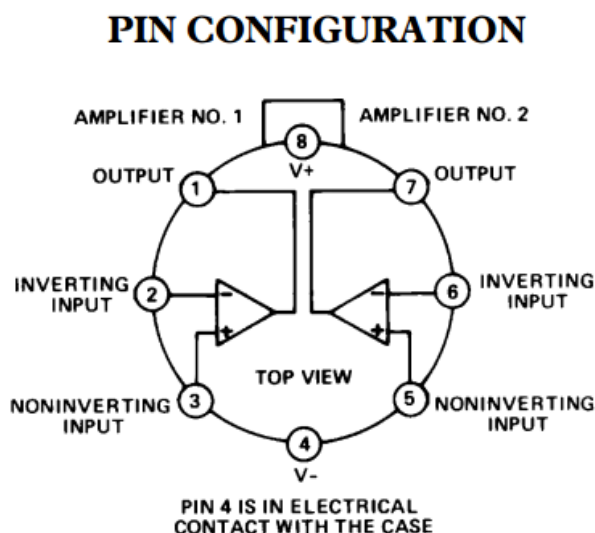
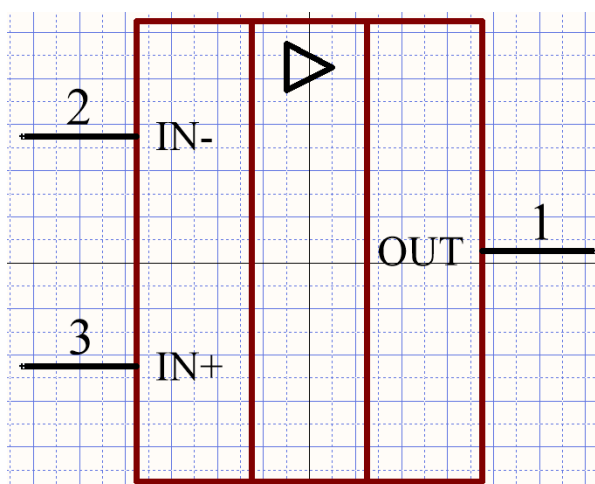

Рис. 6.4. Конфігурація виводів (pin configuration) мікросхеми AD642 у корпусі TO-99
Рис. 6.6. УГП операційного підсилювача
2. Створити ПМ для мікросхеми **AD642**, яка містить в одному корпусі два операційних підсилювачі. На рис. 6.4 показана конфігурація виводів мікросхеми **AD642** в корпусі TO-99 згідно її специфікації.
Додайте виводи довжиною 5 мм за допомогою команди **Place** → **Pin**. Налаштуйте відображення імен виводів (у полі **Display Name** та **Designator** увімкніть мітки **Visible**). Розмістіть два виводи з лівого боку контуру ОП на відстані 10 мм один від одного та один вивід – по центру контуру справа (див. рис. 6.6). Для кожного виводу першого ОП мікросхеми **AD642** відкрийте вікно властивостей **Pin Properties** та змініть назву відповідно до табл. 6.1, яка створена на основі рис. 6.4. Вивід живлення 4 встановіть у будь-якій частині робочої області, в якій намальоване УГП. У властивостях цього виводу після встановлення відповідного позначення і назви увімкніть опцію **Hide**, а у полі **Connect To** напишіть **V-**. Крім
Намалюйте символ підсилювача, що має вигляд трикутника, у верхній частині основного поля УГП за допомогою команди **Place** → **Line**. Остаточний результат наведено на рис. 6.6.
Створіть другу частину (part) компонентного модуля **AD642** за допомогою команди **Tools** → **New Part**. Скопіюйте намальоване для першого елементу УГП у графічну область другого, змінивши нумерацію виводів згідно табл. 6.1 та рис. 6.4. Водночас у властивостях виводу 8 необхідно активувати опцію **Hide**, у полі **Connect To** ввести текст **V+**, у полі **Part Number** – встановити значення 0.